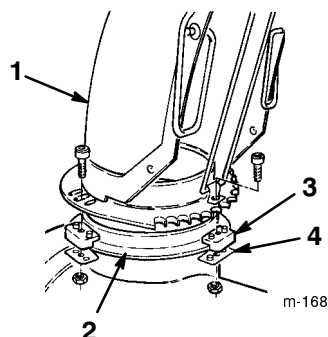

Figure 7
1. Appliquez une fine couche de graisse pour basse température sur la couronne de l'éjecteur (Fig. 7).
2. Placez l'éjecteur (ouverture vers l'avant) sur l'ouverture d'éjection de sorte que les dispositifs de retenue en plastique se trouvent sur la couronne (Fig. 7).
3. Serrez la vis et le contre-écrou de gauche pour positionner le dispositif de retenue en appui contre la plaque de retenue et pour fixer l'éjecteur à la couronne (Fig. 7).
4. Poussez les autres dispositifs de retenue vers l'éjecteur (fendu) et serrez les vis (Fig. 7).
5. Vérifiez que l'éjecteur pivote librement sur la couronne. S'il résiste, déplacez le dispositif de retenue droit vers l'extérieur (Fig. 7).